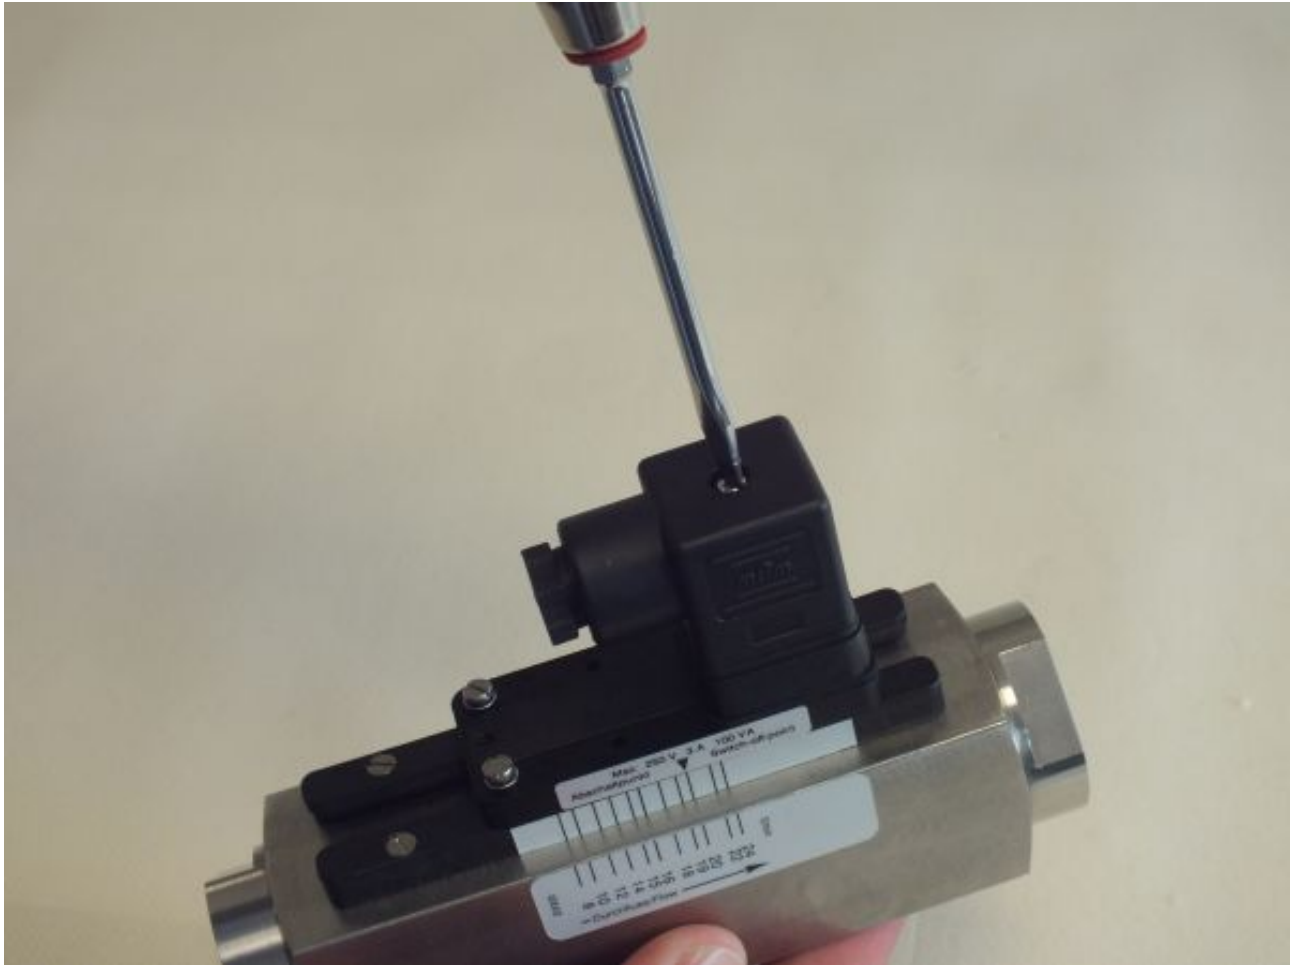

Abb. 27: Steckerdose lösen
1. ➤ Lösen Sie die Befestigungsschraube (Abb. 27) von der Steckerdose
- 9.** ➤ Stecken Sie die Steckerdose auf den Gerätestecker. Ziehen Sie die Befestigungsschraube (Abb. 27/1) an